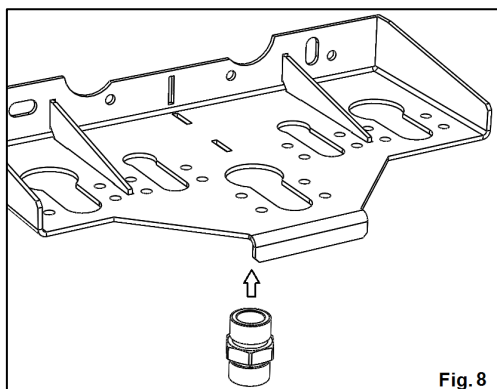
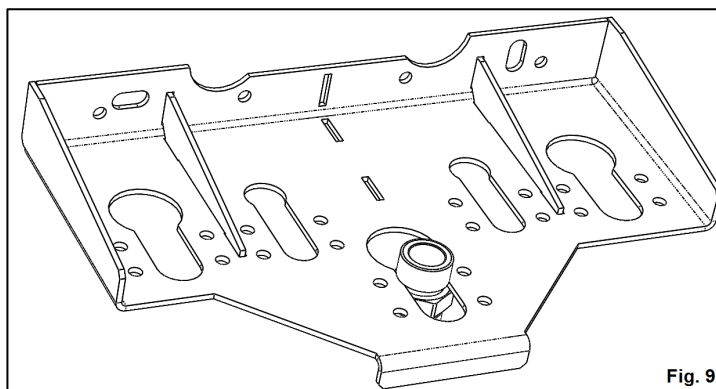

Fig. 8
Fig. 9
6. Se poziționează racordul G, pe placa P, în poziția indicată în Fig. 9, prin introducerea tronsonului superior în gaura din placă (Fig. 8), și deplasarea de-a lungul decupării.